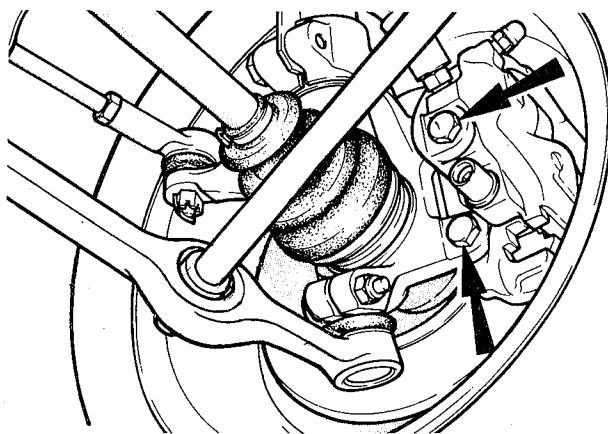

fig. 26
4. Remover os dois parafusos de fixação do suporte de ancoragem (fig. 26)